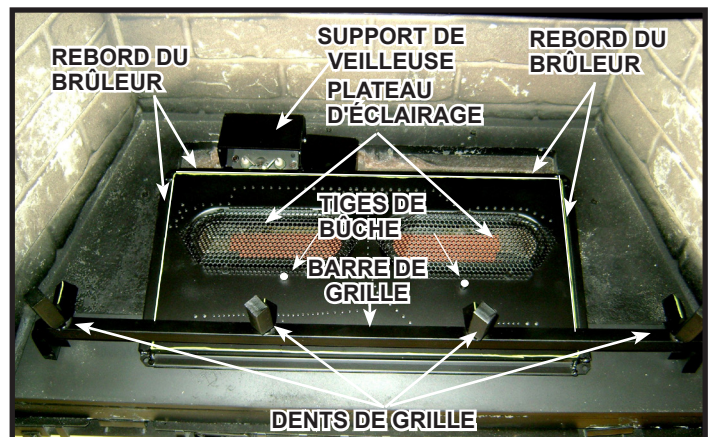
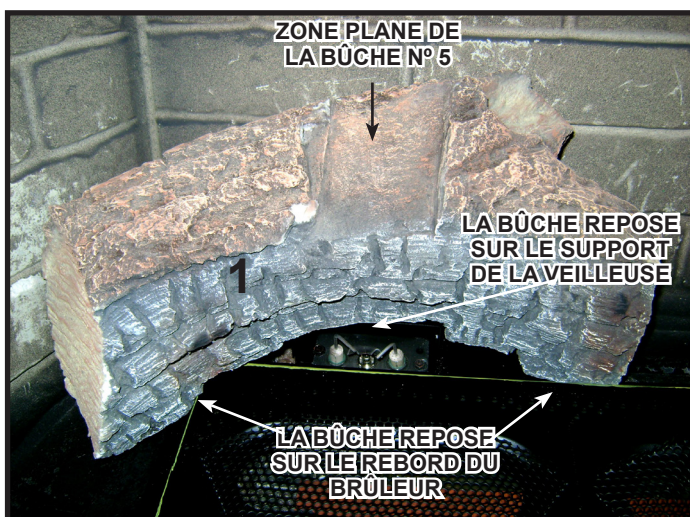
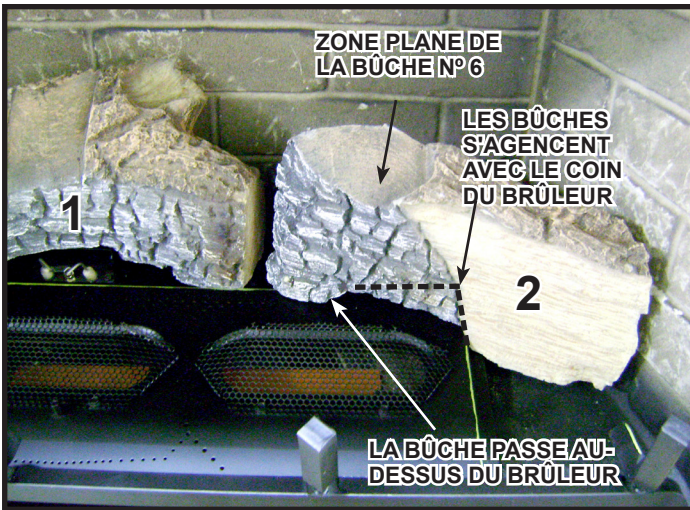

Figure 2. Points de référence
Figure 3. Bûche n° 1
Figure 4. Bûche n° 2
**Bûche n° 1 (SRV2202-702)** : Voir la figure 2 pour plus de références. Placez la bûche n° 1 comme il est indiqué à la figure 3. Faites reposer les extrémités gauches et droites de la bûche n° 1 sur le rebord du brûleur. Le support de veilleuse soutiendra le centre de la bûche. Tirez l'extrémité gauche de la bûche vers l'avant, en position.
**Bûche n° 2 (SRV2202-701) :** Voir la figure 2 pour plus de références. Placez la bûche n° 2 comme il est indiqué à la figure 4. Agencez la bûche n° 2 avec le coin droit du brûleur, comme il est indiqué. Tirez la bûche vers l'avant et à gauche, jusqu'à ce qu'elle se bloque en position.
**Bûche n° 3 (SRV2202-704) :** Voir la figure 2 pour plus de références. Localisez la fente de la bûche à l'extrémité inférieure droite de la bûche n° 3. Agencez la fente de la bûche avec la tige de bûche gauche. Faites pivoter l'extrémité gauche de la bûche en sens antihoraire, jusqu'à ce qu'elle touche la dent de grille.
**Bûche n° 4 (SRV2202-703) :** Voir la figure 2 pour plus de références. Localisez la fente de la bûche à l'extrémité inférieure gauche de la bûche n° 4. Agencez la fente de la bûche avec la tige droite. Faites pivoter l'extrémité droite de la bûche en sens horaire, jusqu'à ce qu'elle touche la dent de grille.